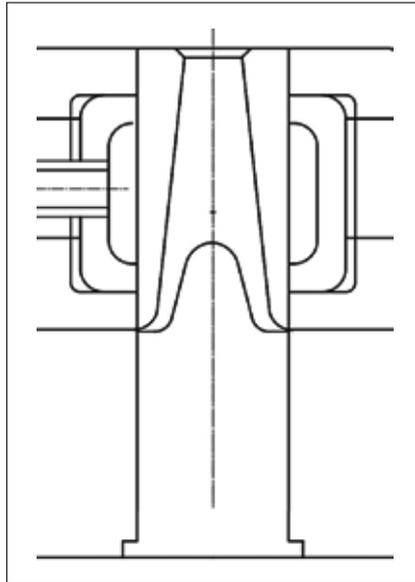

Bild 1: Stangenanguss.
- Fig.1 Düsenkörper
Ähnlich wie die Vorgängerdüse der Firma G-S-D besteht die Niedrigenergie Düse aus einem Düsenkörper (Fig. 1) mit einer in Längsrichtung verlaufenden, zur Vermeidung von Schererwärmung strömungsgünstig ausgelegten Düsenbohrung (Fig.3) und einer Abdrückmutter (Fig.2).